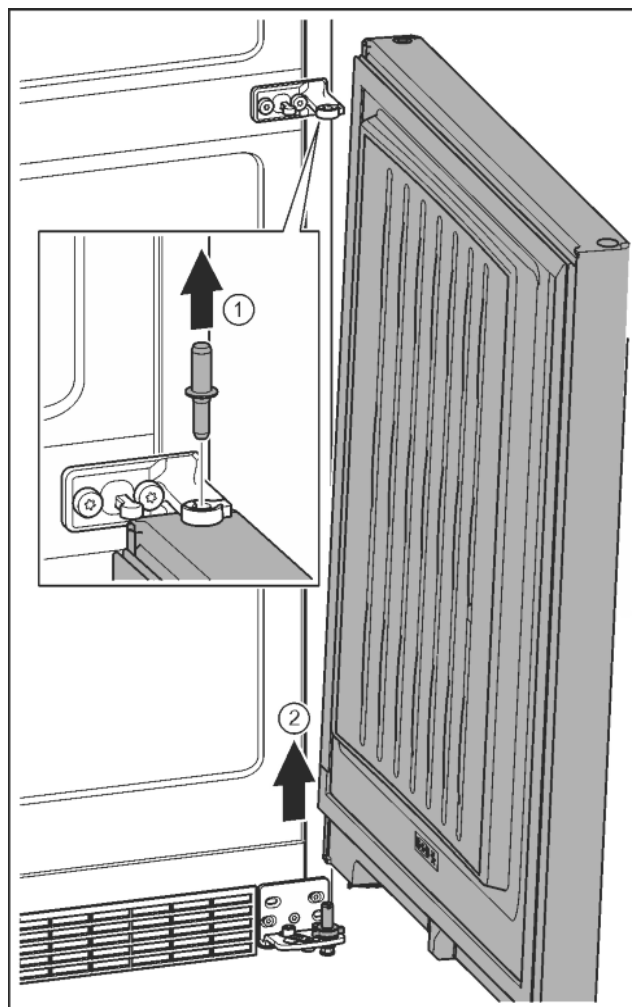

Fig. 11
- Čep vytáhněte nahoru. Fig. 11 (1)
- Dveře vysadíte, vytáhněte nahoru a odložte stranou. Fig. 11 (2)